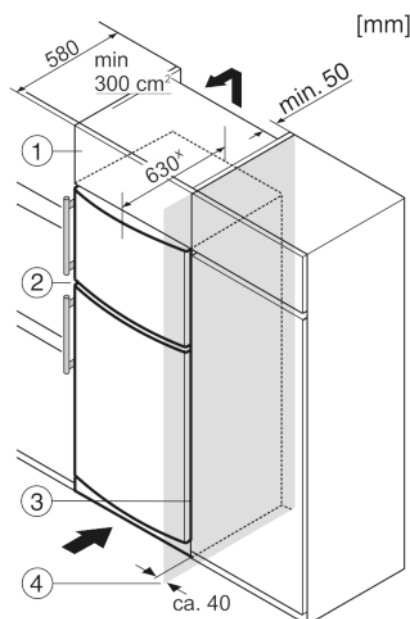

Fig. 7
- (1) Nadstavná skrinka (3) Kuchynská skriňa
(2) Zariadenie (4) Stena
Zariadenie môže byť vstavané do kuchynského zariadenia. Aby sa zariadenie Fig. 7 (2) prispôbilo výške kuchynskej linky, môže sa nad zariadením umiestniť príslušná nadstavná skrinka Fig. 7 (1).
Pri vstavaní s kuchynskými skriňami (hĺbka max. 580 mm) je možné zariadenie inštalovať priamo vedľa kuchynskej skrine Fig. 7 (3). Zariadenie vyčnieva nabok 34 mm* a v strede zariadenia 50 mm* oproti prednej časti kuchynskej skrine.
Ak je zariadenie umiestnené so závesmi vedľa steny Fig. 7 (4), musí vzdialenosť medzi zariadením a stenou činiť minimálne 40 mm. To zodpovedá presahu držadla pri otvorených dverách.